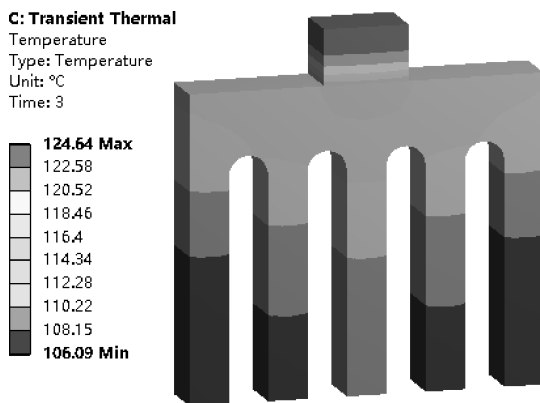

图 3-22 瞬态下温度场分布
(1) 在 Mechanical 标准工具栏中单击 Solve 进行求解运算。
(2) 在导航树上选择【Solution (C6)】→【Temperature】，图形区域显示瞬态热传导计算得到的温度变化，如图 3-22 所示。